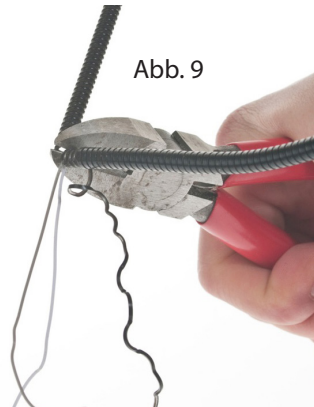

Abb. 9
10. Die Feder mit dem Seitenschneider an der gebogenen Stelle kürzen. (Abb. 9)